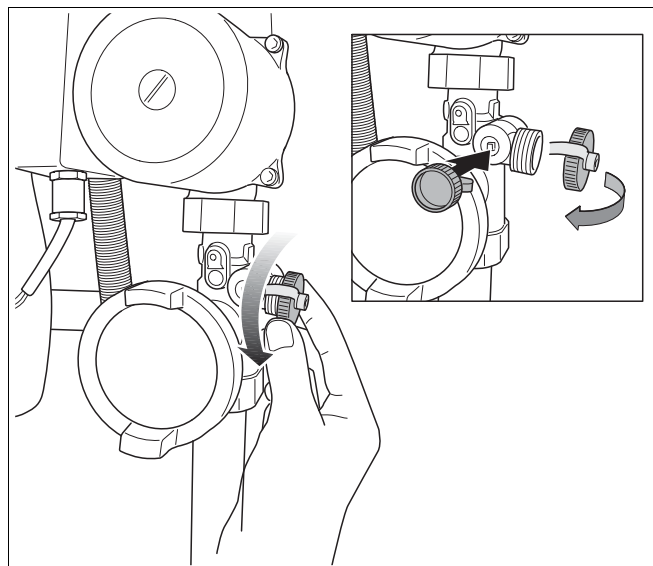

Fig. 63 Scoateți capacul Robinet de umplere și de golire
- Deșurubați clapeta de închidere (Fig. 63).